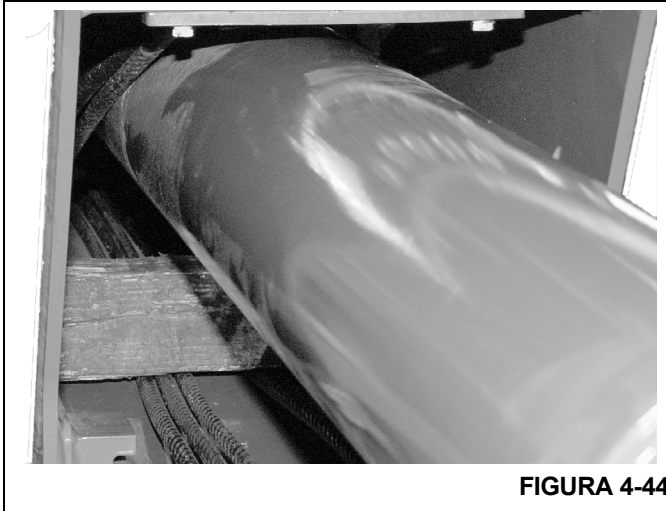

FIGURA 4-44
17. Coloque calços embaixo de parte traseira do cilindro telescópico para auxiliar na montagem (Figura 4-44).